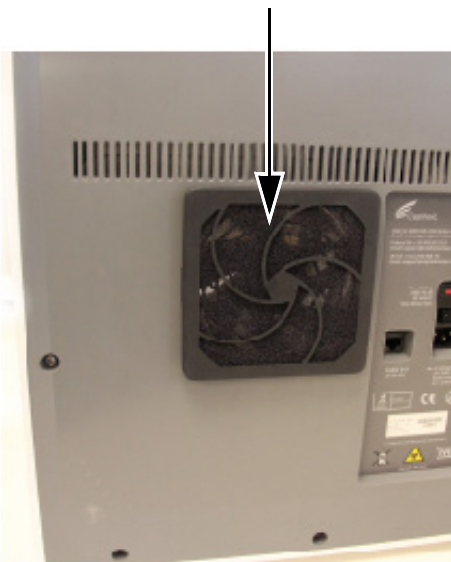

Figura 9-23. Riposizionamento del filtro e della griglia di protezione
7. Inserire in posizione il coperchio e il filtro insieme. Premere con decisione i lati del coperchio sull'alloggiamento della ventola finché il tassello non scatti correttamente sopra la ventola. Premere la base del coperchio finché il tassello non scatti correttamente sopra la ventola. Vedere la Figura 9-23.